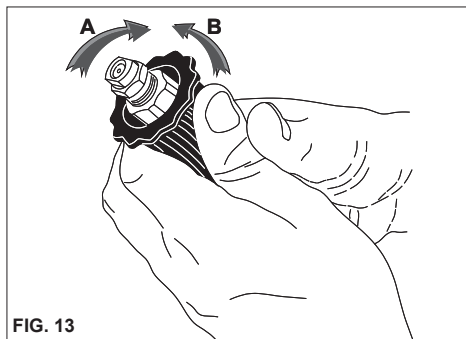

FIG. 13
UTILISATION DU BOUTON DE REGLAGE (fig. 13)
- Quand le nettoyeur haute pression n'est pas utilisé, fermer le dispositif de sécurité de la poignée. (fig. 13).